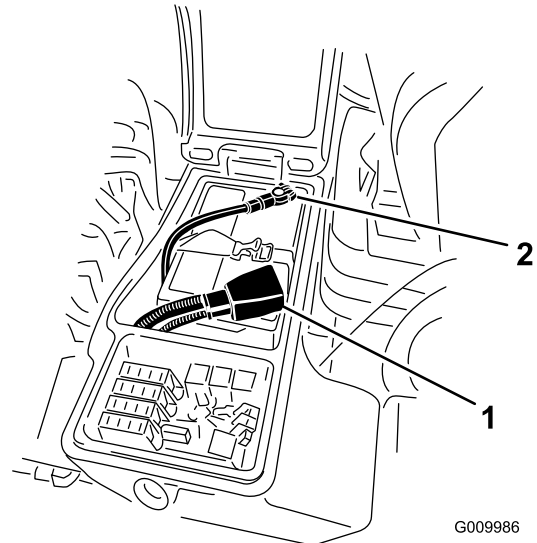

Figure 76
3. Débranchez le câble négatif (noir) de la borne négative (-), puis le câble positif (rouge) de la borne positive (+) de la batterie (Figure 76).
- Raccordez le câble positif (rouge) de la batterie à la borne positive (+) et le câble négatif (noir) à la borne négative (-) (Figure 76).